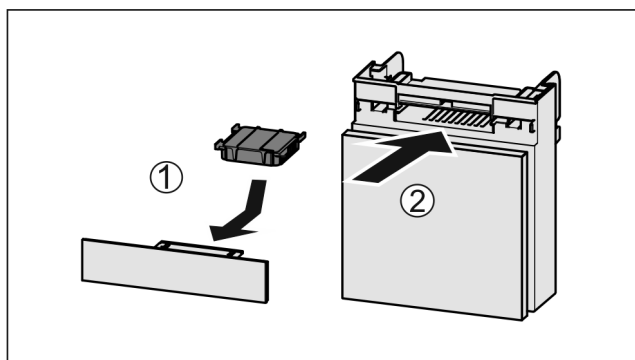

Fig. 136
- Aktivkohlefilter nach Abbildung einsetzen Fig. 136 (1).
- Fach einschieben Fig. 136 (2).